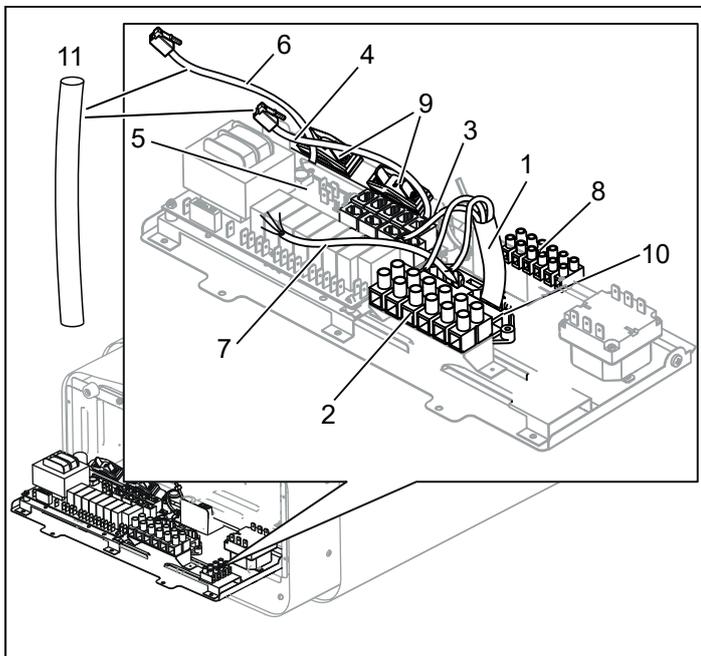
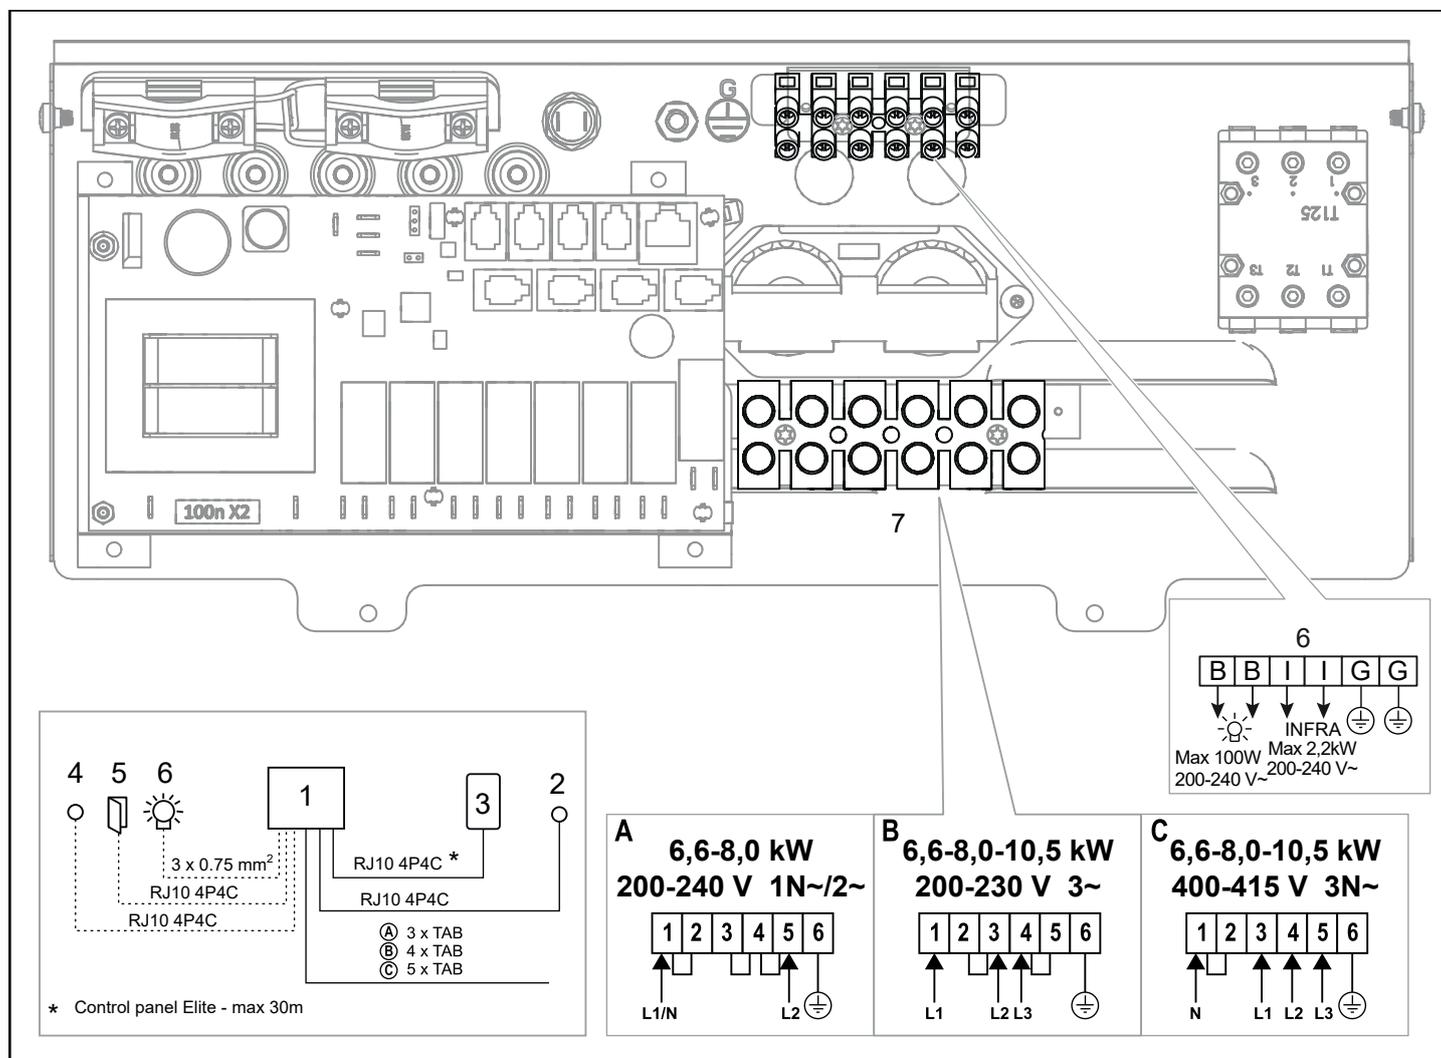
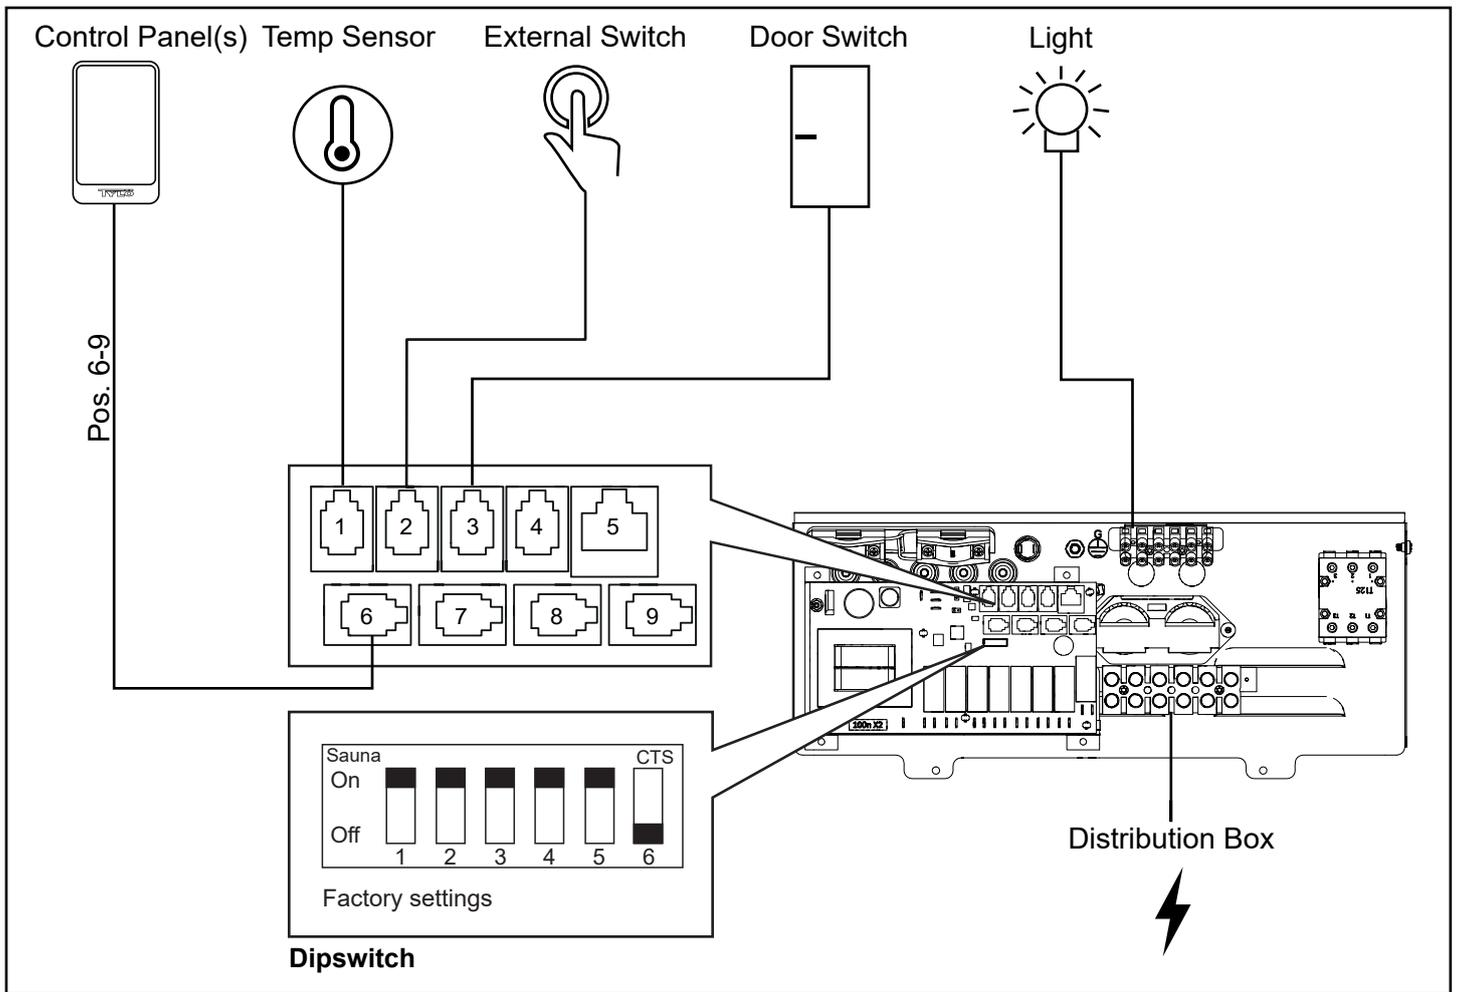

Рисунок 9: Монтажная плата
Рисунок 17: Схема соединений
Рисунок 18. Схема установки Sense Elite
3. Подключите электрический кабель (см. Рисунок 9) согласно схеме соединений (см. Рисунок 17).
4. Проведите кабель для панели управления и датчика температуры через проходные кабельные втулки (см. Рисунок 9). Подключите кабель панели управления к одному из четырех контактов RS485 (позиции 6-9) (см. Рисунок 18).
5. Подключите кабель датчика к контакту NTC на монтажной плате (позиция 1) (см. Рисунок 18).
6. Подключите кабель освещения (если таковой имеется), см. Рисунок 9, согласно схеме соединений, Рисунок 17.